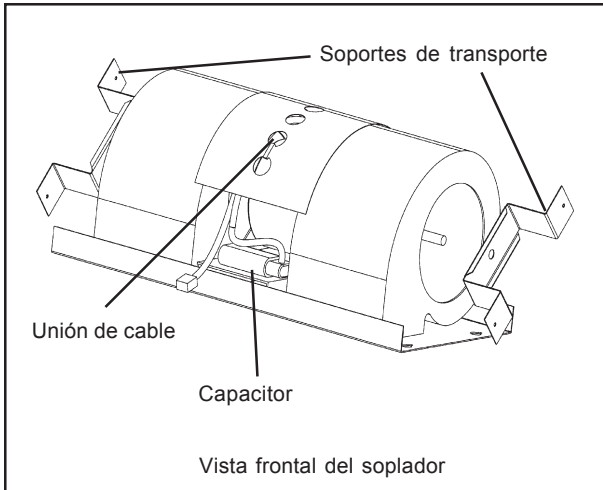
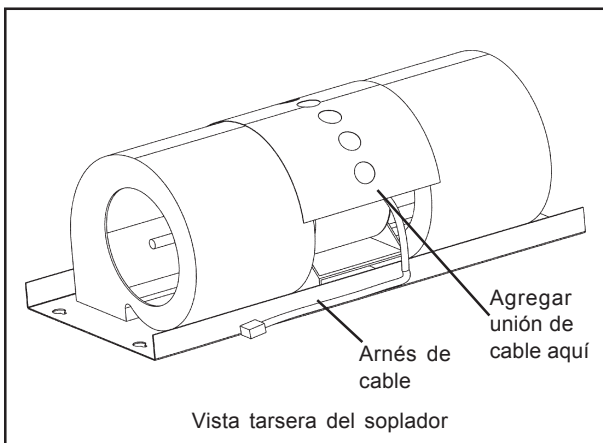

Figura 12a
Figura 12b
2. Corte la unión de cable como se indica en la Figura 12a. Ubique el arnés de cables con el conector Molex de 6 pines. Coloque el arnés de cables para que salga por la parte trasera del ventilador, como se muestra en la Figura 12b abajo.
4. Conecte el arnés de cable con el conector Molex de 6 clavijas a la caja como se indica en la Figura 12b con la unión de cable (incluida).